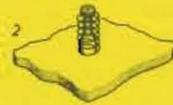

Fig. 1
Infilate quindi le mollette a forcina (20) dal basso verso l'alto (fig. 1) attraverso i fori di collegamento eccettuati quelli che sono circondati da un cerchio.